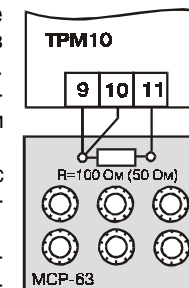

Рис. 1
- 2.1. Подключить ко входу прибора вместо датчика магазин сопротивлений типа МСП-63 или подобный ему с классом точности не хуже 0,05 по трехпроводной линии (рис. 1). Сопротивления проводов в линии должны быть равны друг другу и не превышать величины 15 Ом. Установить на магазине сопротивлений значение 50,00 Ом при использовании датчиков ТСМ50 или ТСП50 или значение 100,00 Ом – при использовании датчиков ТСМ100 или ТСП100.